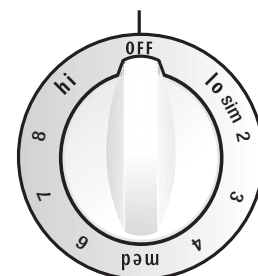

Figure 1
2. Enfoncez et tournez le bouton de commande vers la gauche ou la droite selon le réglage désiré (Figure 1). Tournez le bouton de commande pour ajuster le réglage si désiré. Débutez la plupart des cuissons à la position la plus élevée et ensuite continuez la cuisson en réglant le bouton à un réglage plus faible. Chacun des éléments de cuisson produit une chaleur constante. Si un halo rouge débordé de l'ustensile de cuisson ceci indique que le diamètre de ce dernier est **trop petit** pour l'élément utilisé.